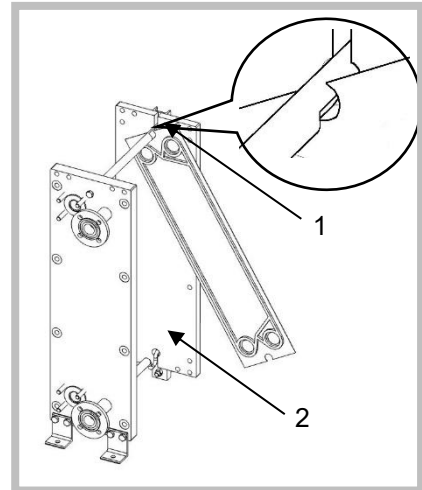

Figura 34
2. Insira as placas do permutador de calor, individualmente, na zona da barra de suporte no apoio que apresenta um recorte [1]. Nesta área, as placas do permutador de calor podem ser osciladas lateralmente para fora, graças à construção da barra de suporte inferior, e depois retiradas por baixo, para fora do quadro (Figura 34).